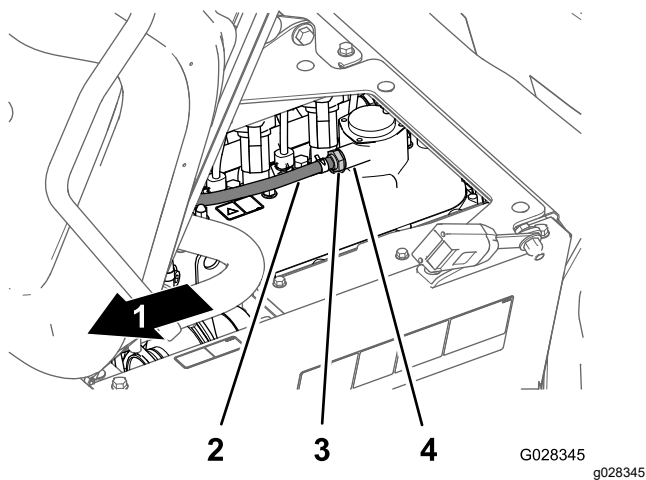

図 81
- バルブカバーのフィッティングからPCVバルブを取り外す 図 81。
注 バルブ内部にあるレストリクタがカラカラと音を立てる場合は継続使用可能。バルブを振っても中から音がしない場合はPCVを交換する 図 81。
- バルブカバーのフィッティングの一番奥までPCVバルブを押し込む 図 81。